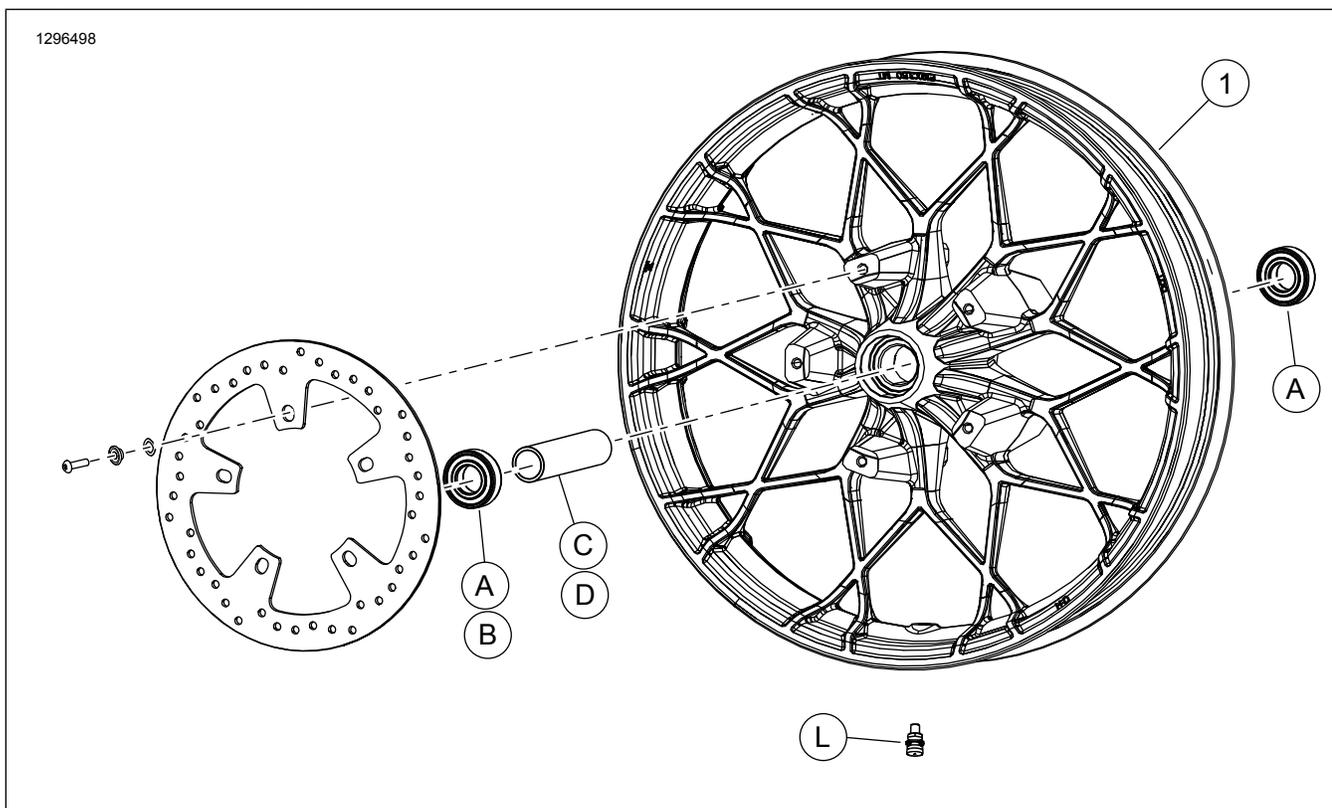

Figura 2. Peças de reposição: Roda dianteira
Este kit inclui somente a roda personalizada. Veja Figura 2 e Tabela 2.
2. Veja Figura 2 . Instale o conjunto da haste da válvula (L) na roda. Veja o Manual de serviço.